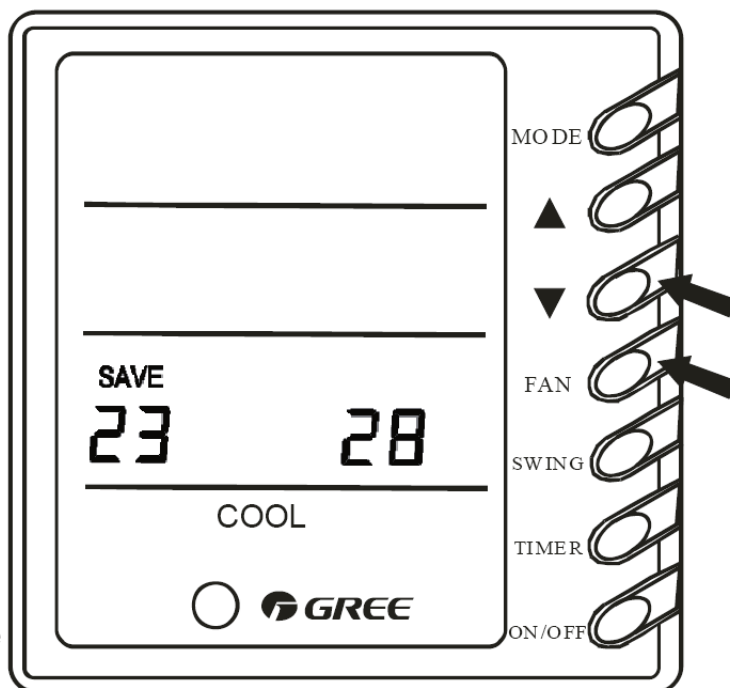

Fig 4
4.3.7 Inställning av energisparläge (Fig. 4).